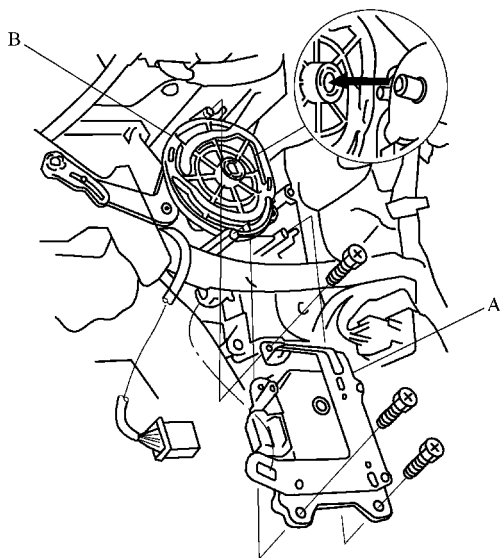

图 19-16 安装模式控制电动机
- 4) 握住电动机拉杆 B 时安装模式控制电动机 A, 如图 19-16 所示。